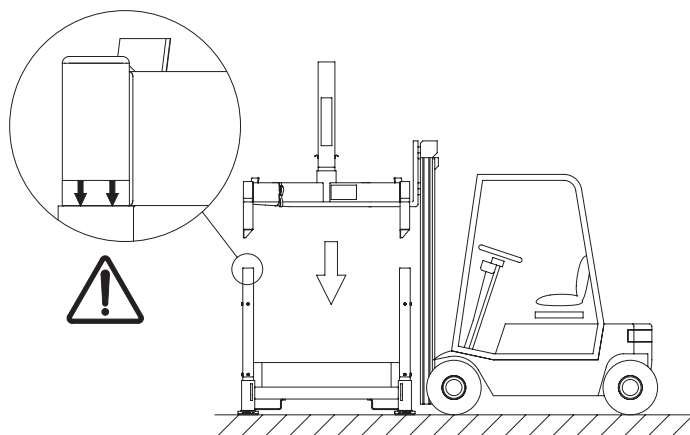

Figure 27. Insertion du cadre supérieur dans les poteaux d'angle.
8. Soulevez l'unité supérieure assemblée suffisamment haut au-dessus des poteaux d'angle et abaissez lentement l'ensemble lorsque les quatre pieds du cadre supérieur peuvent être insérés dans les poteaux d'angle. Si des supports de coffrage sont vissés sur les poteaux d'angle, vérifiez qu'ils ne sont pas serrés car cela pourrait empêcher la bonne insertion du cadre supérieur. Abaissez lentement l'assemblage et vérifiez qu'il s'insère sans problème dans les poteaux d'angle. Vérifiez que l'ensemble est inséré sur la longueur adéquate en vérifiant que le bord inférieur des étiquettes servant de repère pour l'insertion est aligné sur le bord supérieur des poteaux d'angle. Voir Figure 27. Lorsque le cadre supérieur est en place, les supports de coffrage (si utilisés) peuvent être fermement serrés.